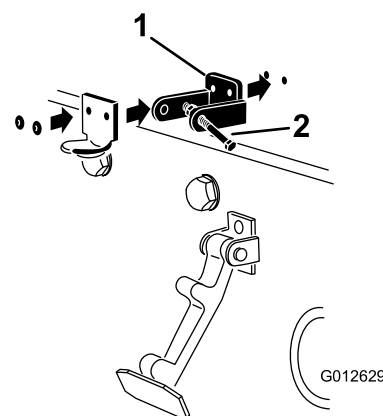

図 7
5. ブラケットとワッシャをフードにリベットで固定する (図 7)。